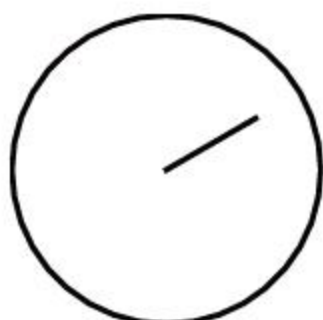

图9-4 旋转线段
**03** 选择菜单【修改】|【旋转】命令,选择刚刚绘制的垂直线段,以圆心为基点旋转 $120^\circ$ ,如图9-4所示。